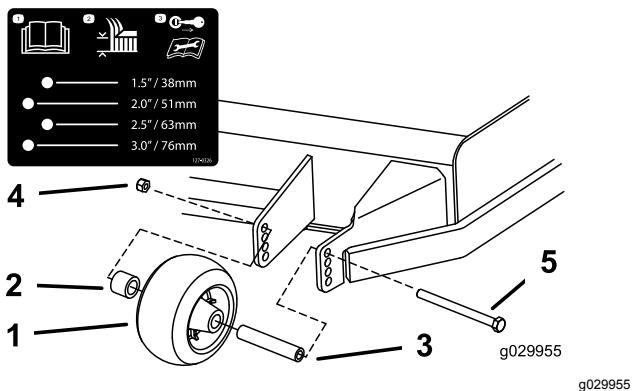
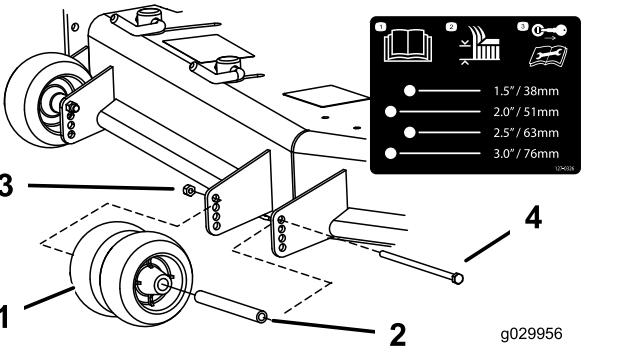
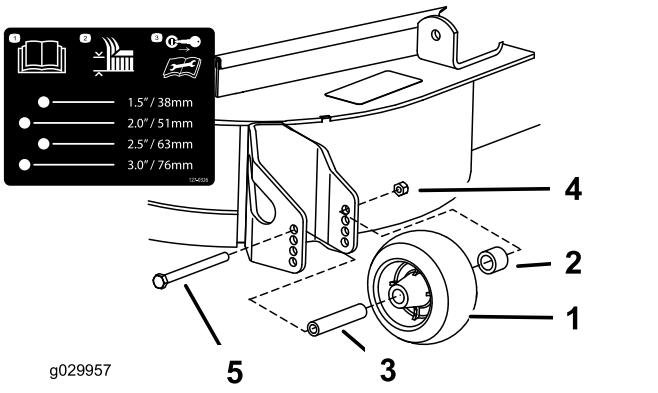

Bild 32
Bild 33
Bild 34
3. Stellen Sie die Antiskalpierrollen ein, wie in Bild 32, Bild 33 und Bild 34 abgebildet.